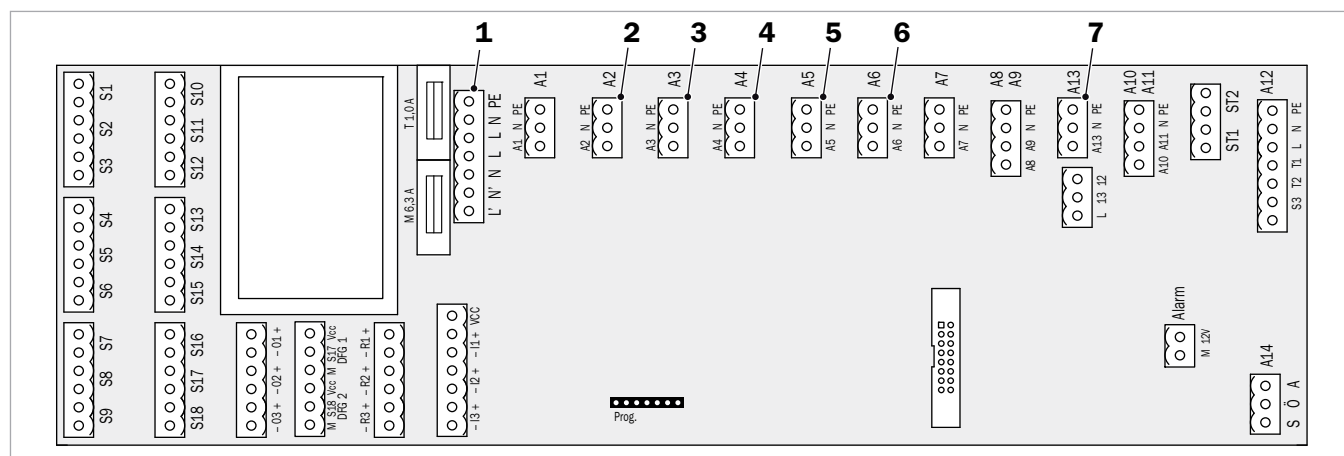

Fig. 14: Gruppo di rete
2. Estrarre il connettore (1) dal gruppo di rete (→ Fig. 14) e inserirlo nel connettore (1) del fascio di cavi di emergenza.